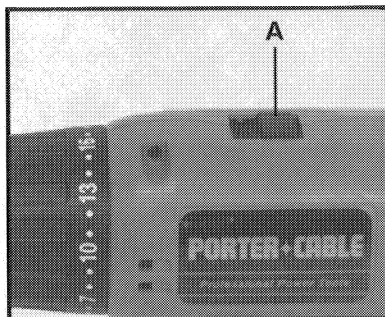

Fig. 4
El Taladro sin Cable, Modelo 873, tiene un cambio de engranajes de dos velocidades, lo cual resulta en límites giratorios del portabroca de aproximadamente: de 0 a 400 RPM (LOW) y de 0 a 1450 RPM (HIGH). Para cambiar entre las velocidades: suelte el gatillo para parar la marcha del motor y empuje el selector de velocidades (A) Fig. 4, hacia atrás para velocidades ALTAS (HIGH) y hacia adelante para velocidades BAJAS (LOW).